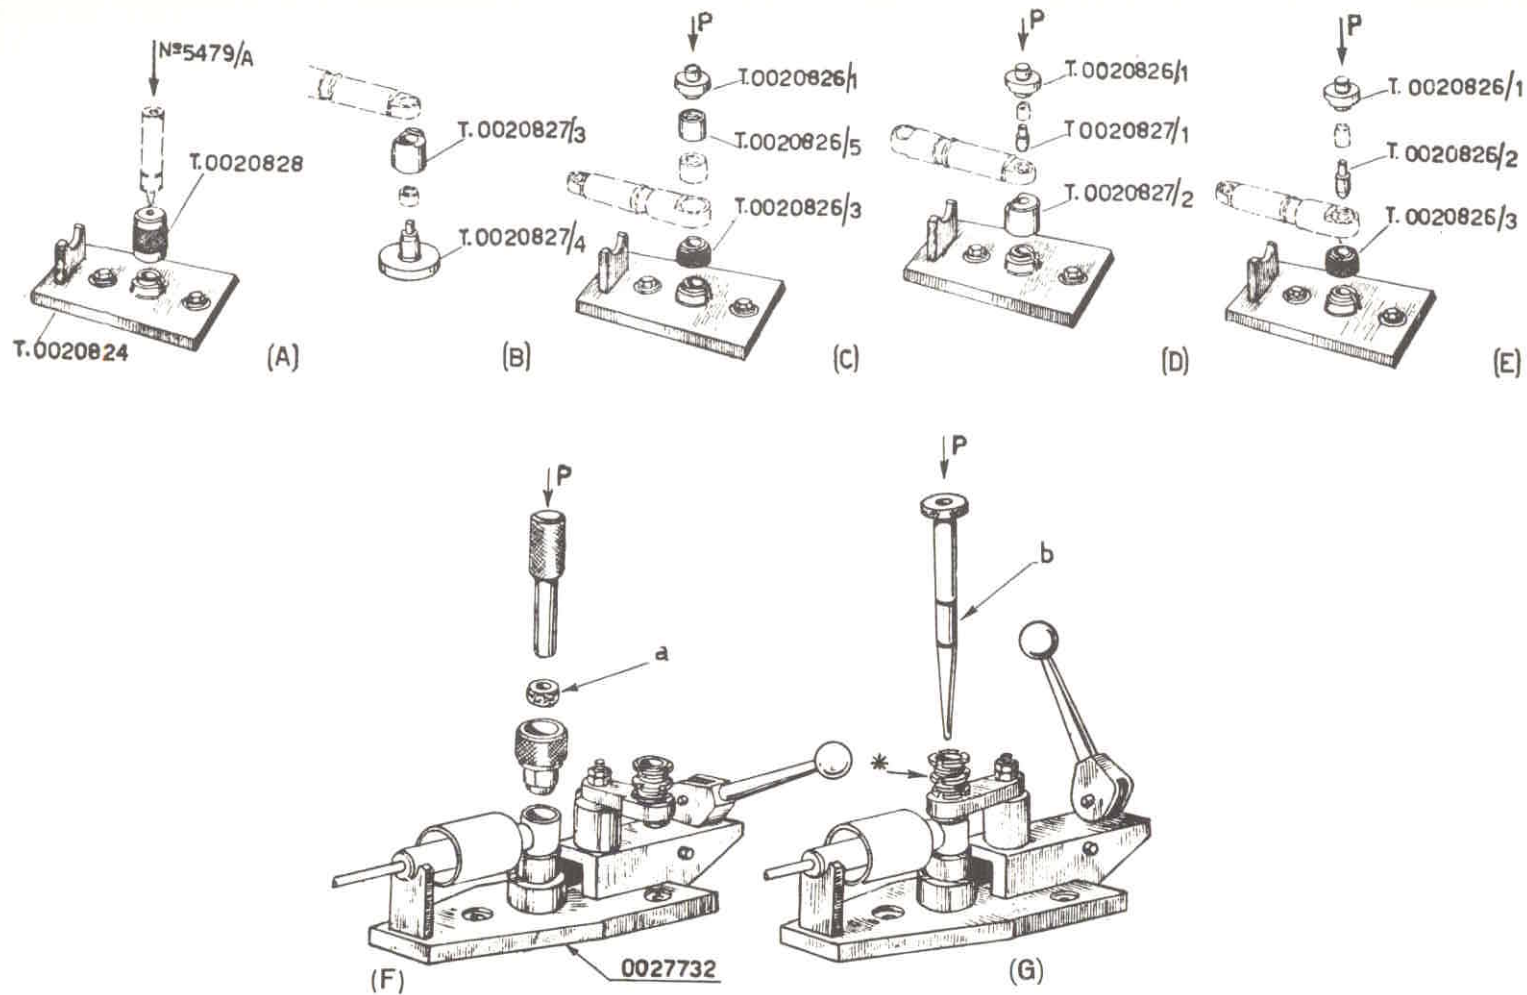

Fig. 45
3. - Thrust the group piston-operating rod into the main tube so that the excess oil flows out. With the hand press 5479/A and the tool T.0020824 and T.0020828 mount the discharge valve into the main tube; spot punch two of the four holes at the tubes base to prevent the exit of the above mentioned valve (fig. 45 A).
3. - Empujar el grupo varilla - pistón en el cilindro, haciendo rebosar el exceso de aceite; con prensa 5479/A y útiles T.0020824 y T.0020828 montar la válvula de descarga en el cilindro y achafanar este último en dos puntos opuestos de la base (dos de los cuatro agujeros) para impedir la salida de la válvula (fig. 45 A).
8. - In the case when the rubber buffers are to be substituted the operation of reassembly has to be carried out as indicated in fig. 45/B - C - D - E; for the Vespa VSC 1 use the special tool 0027732 (fig. 60/F - G). On carrying out this operation ensure that the main tube and the buffer seating have been coated with seal paste before assembly.
8. - Si hay que sustituir los silent-blocs, ejecutar el montaje como se indica en las fig. 45/B - C - D - E; para la Vespa VSC 1 usar el útil específico 0027732 (fig. 45/F - G). Al efectuar estas operaciones poner atención que el tubo interior y el alojamiento del taco amortiguador estén tratados con mastic antes del montaje.
In the case where the rubber buffer is to be substituted on VSC 1 damper use the tool indicated in the fig. 45 F - G for reassembly.
En caso de sustitución de los silent-blocs del amortiguador de la Vespa VSC 1, emplear al montaje los útiles indicados en la fig. 45/F - G.